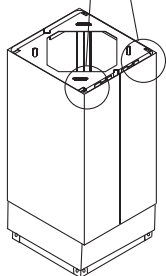

Рис.14
7. Установите декоративное стекло на нижнюю часть корпуса вытяжки (см. Рис.14). Чтобы не создавать дополнительных напряжений в местах крепления стекла, закручивайте винты поочередно по диагонали каждый раз на 2-3 оборота до момента прилегания стекла к корпусу вытяжки.